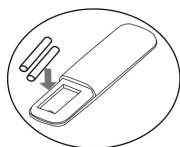

Fig.2
- Placera två nya batterier i facket med polaritet enligt markering (fig. 2).